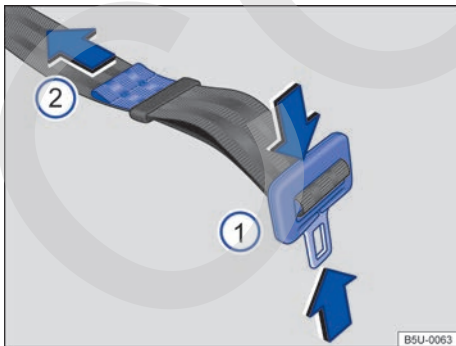

Fig. 52 Ajustar la banda del cinturón de seguridad subabdominal.
- Presionar la pestaña de encastre en el sentido de las flechas → fig. 52 ① y extender totalmente el cinturón de seguridad.
- Apretar la pestaña de encastre contra el cierre del cinturón y tirar del extremo → fig. 52 ② en el sentido de la flecha, hasta alcanzar una holgura máxima de 5 cm (3 dedos) en la zona pélvica.